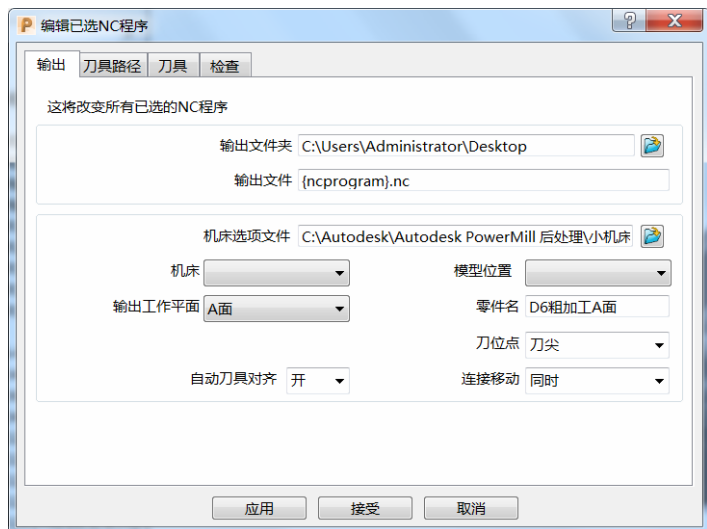

图 3-105
- 2) 在资源管理器中“NC 程序”标签下找到与刀具路径同名的 NC 程序, 右击程序名, 在菜单中选择“编辑已选”, 弹出“编辑已选 NC 程序”表格, 如图 3-105 所示。